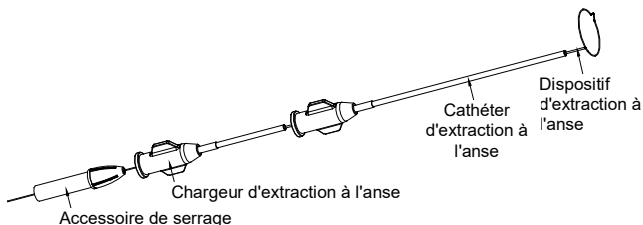
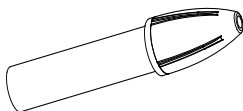

Figure 1 Système d'extraction à l'anse SeSure™
Figure 5 Accessoire de serrage
Le système d'extraction à l'anse SeSure™, qui comprend les systèmes d'extraction à l'anse général, petit et micro selon les différentes tailles de boucle et longueur du dispositif, se compose d'un dispositif, d'un cathéter, d'un chargeur d'extraction à l'anse et d'un accessoire de serrage. La structure du dispositif consiste en un axe et une boucle en nitinol, raccordés sur la section effilée de l'axe en nitinol par la force de compression d'un tube thermo rétractable en PTFE. La boucle est réalisée en fils de nitinol tressés, bobinés avec du fil de tungstène revêtu de nitrure de titane pour renforcer la radio-opacité. Le plat de la boucle est perpendiculaire à l'axe en nitinol. La boucle d'extraction à l'anse préformée peut être introduite par le cathéter sans risque de déformation, grâce aux propriétés de mémoire à forme et la super élasticité du nitinol. Le cathéter d'extraction à l'anse est fabriqué à partir d'un tube en polyéthylène (PE). Le connecteur Luer Lock est équipé d'un marqueur radio-opaque au niveau de l'extrémité distale pour renforcer la visibilité pendant l'opération. Le dispositif d'extraction à l'anse est pré-assemblé avec le chargeur et l'accessoire de serrage, puis emballé avec le cathéter adapté. (Voir la Figure 1 jusqu'à la Figure 5)